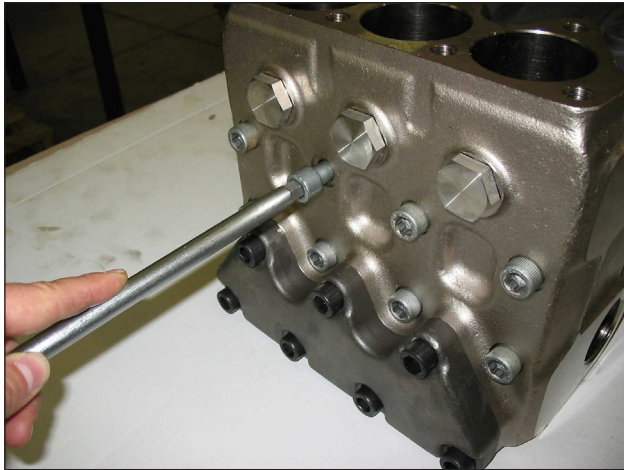

Fig. 20
A) Solte os parafusos de fixação do cabeçote M12x150 (M12x220 no SWS71), conforme indicado na Fig. 20.